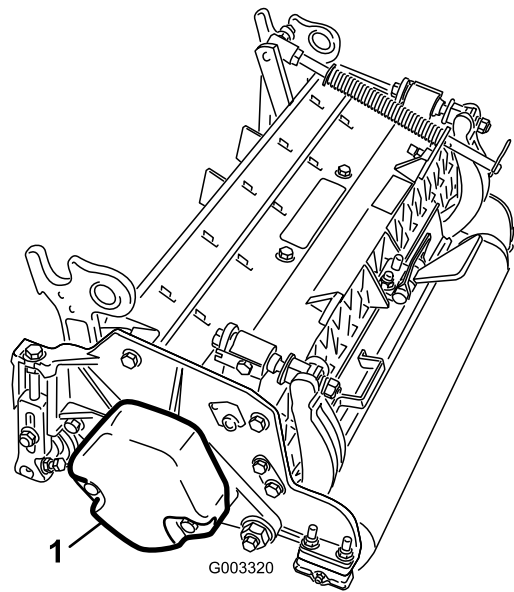

Bild 3
4. Stellen Sie sicher, dass der Gegenballast (Bild 3) am richtigen Ende des Mähwerks montiert ist, siehe die *Bedienungsanleitung* des Mähwerks.